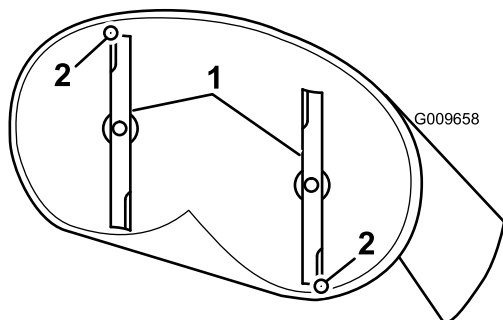
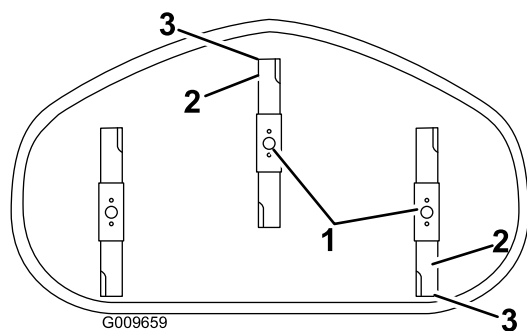

Figure 53
Figure 54
- Faites pivoter les lames avec précaution pour faire passer les pointes avant à l'arrière (Figure 53 et Figure 54).
- Mesurez la distance entre la pointe de la lame avant et la pointe de la lame arrière par rapport à la surface plane (Figure 53 et Figure 54).
- Une fois le réglage effectué, vérifiez à nouveau l'inclinaison avant/arrière de la lame; continuez d'ajuster l'écrou jusqu'à ce que la pointe avant de la lame soit de 1,6 à 8 mm (1/16 à 5/16 po) plus basse que la pointe arrière (Figure 53 et Figure 54).